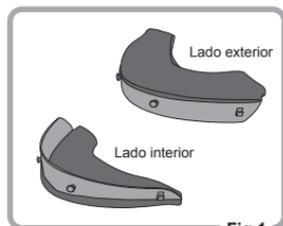

Fig.1
1. Consulte a Fig.1 e verifique o lado (lado interior ou exterior).